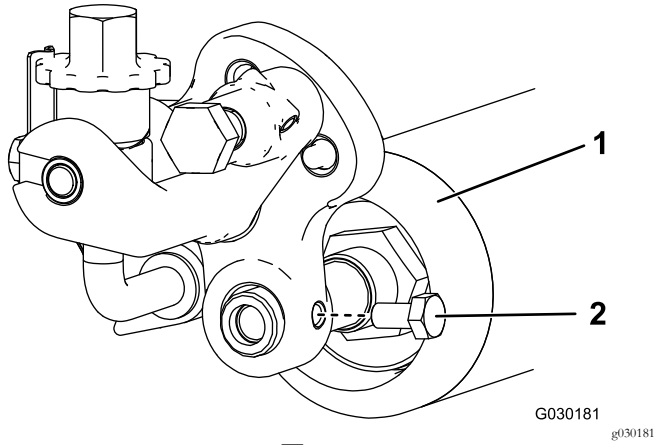

图14
6. 将滚筒轴插入右调整臂、用短螺栓宽松地固定图14。
14. 将滚筒放在调整臂中间、拧紧安装螺栓图14。